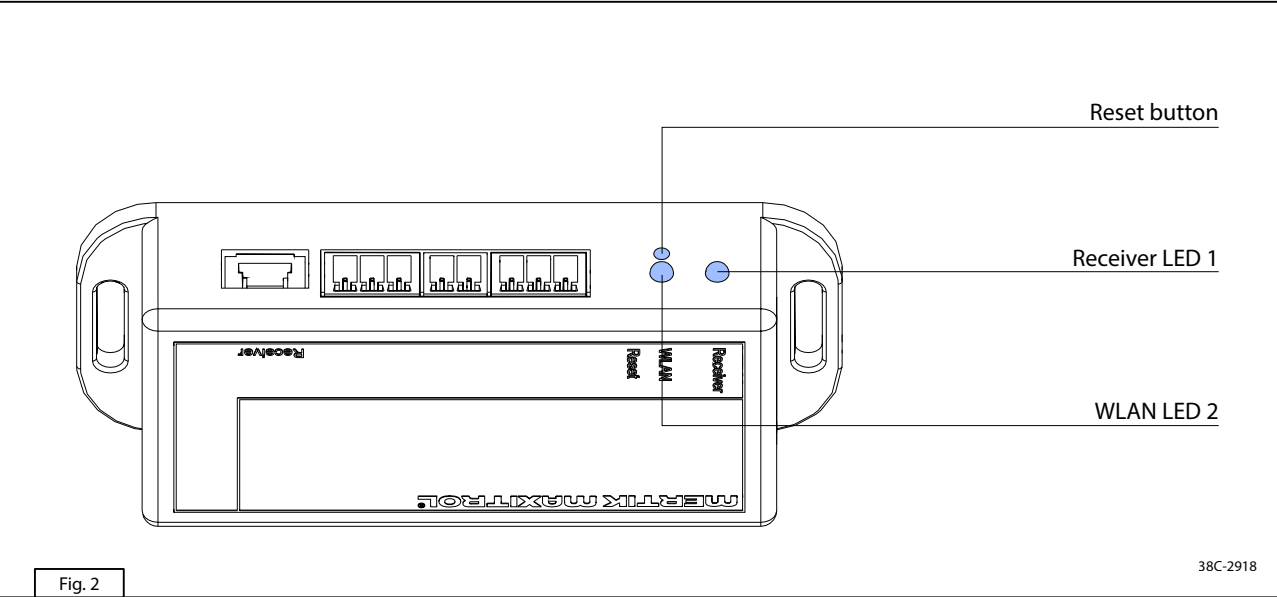

Fig. 2
Le module Wi-Fi est doté de deux indicateurs DEL différents et d'un bouton de réinitialisation (figure 2).
Lors du démontage de la surface du brûleur, procédez comme suit (voir la figure 2) :
- Ajustez la bague de réglage du brûleur vertical gauche à l'aide de l'entretoise 11 (F) en utilisant la clé Allen fournie dans le kit de conversion (étape 1).
- Ajustez la bague de réglage du brûleur principal à l'aide de l'entretoise 10.5 (E) en utilisant la clé Allen fournie dans le kit de conversion (étape 2).
- Ajustez la bague de réglage du brûleur vertical droit à l'aide de l'entretoise 14 (G) en utilisant la clé Allen fournie dans le kit de conversion (étape 3).
- Effectuez les étapes 1 à 6, section 1.2 (figure 2), dans l'ordre inverse.